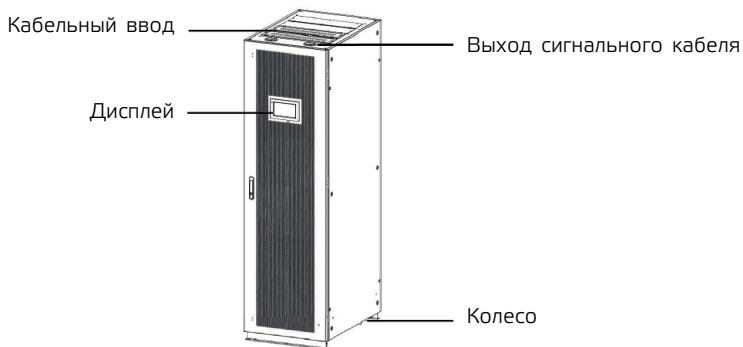

Рис. 1-1 Внешний вид ИБП мощностью 300 кВА
- ИБП мощностью 200 кВА и 300 кВА имеют одинаковый внешний вид, как показано на рис. 1-1. устройства постоянного тока, а частично преобразуется в переменное напряжение на выходе с помощью инвертора для обеспечения высококачественное, непрерывное и бесперебойное питание.